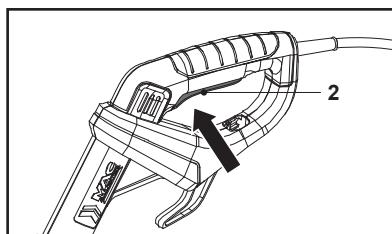

Fig. 13
1. Ține produsul cu o mână pe mânerul auxiliar (15) și cu cealaltă mână pe mânerul principal (1).
2. Apasă comutatorul de pornire/oprire (2) pentru a porni produsul (fig. 13).
3. Eliberează comutatorul de pornire/oprire (2) pentru a opri produsul.